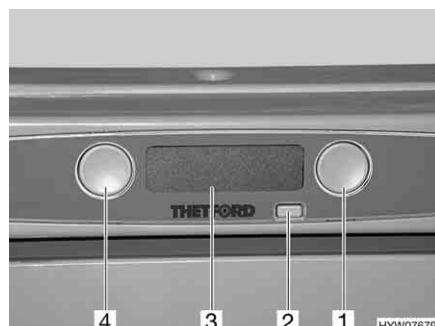

Fig. 102 Elementi di comando per il frigorifero (Thetford senza SES)
La modalità di funzionamento viene impostata tramite il tasto (Fig. 102,4) del frigorifero.
Dopo l'accensione il frigorifero seleziona automaticamente la regolazione del termostato selezionata per ultimo. Questa regolazione può essere modificata manualmente tramite il tasto (Fig. 102,1). Le barre del display (Fig. 102,3) indicano la temperatura selezionata sul termostato. Con tale tasto viene regolata la temperatura di refrigerazione per tutti i tre tipi di energia. Ci vogliono alcune ore prima che il frigorifero raggiunga la temperatura normale di esercizio. Cambiando la modalità di funzionamento la regolazione del termostato non viene modificata. La temperatura di refrigerazione è indipendente dal tipo di energia utilizzata.
- Premere il tasto (Fig. 102,2). Il display (Fig. 102,3) si illumina di blu e visualizza le impostazioni attuali.
- Premere il tasto (Fig. 102,4). L'impostazione attuale della modalità di funzionamento viene visualizzata sul display. Per modificare l'impostazione, premere il tasto finché sul display viene visualizzata la modalità di funzionamento a gas "►". L'alimentazione del gas è ora aperta. L'accensione avviene automaticamente. È udibile un ticchettio fino a quando procedura di accensione non è stata portata a termine.
- Premere il tasto (Fig. 102,1). L'impostazione del termostato attuale viene visualizzata sul display. Per modificare l'impostazione premere il tasto finché sul display viene visualizzata l'impostazione desiderata.
- Premere il tasto (Fig. 102,2). Il display (Fig. 102,3) non si illumina più. Il frigorifero è spento.
- Premere il tasto (Fig. 102,2).
- Premere il tasto (Fig. 102,4) finché sul display non compare la modalità di funzionamento a 230 V "►".
- Premere il tasto (Fig. 102,1) finché sul display viene visualizzata l'impostazione del termostato desiderata.
- Premere il tasto (Fig. 102,2). Il display non si illumina più. Il frigorifero è spento.
- Premere il tasto (Fig. 102,4) finché sul display non compare la modalità di funzionamento a 12 V "■■■".